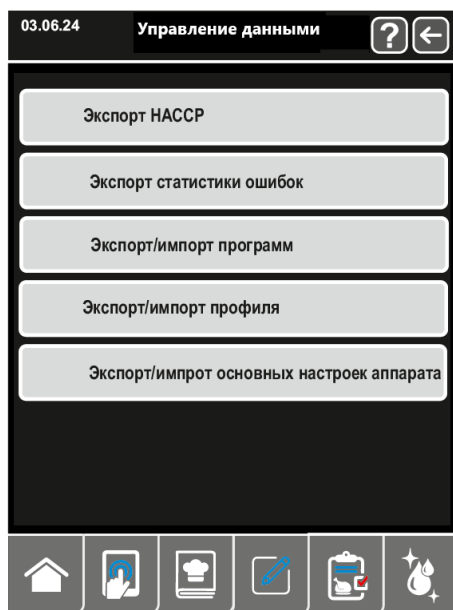

Рис.15.6 Окно «УПРАВЛЕНИЕ ДАННЫМИ»
5.6.4 На окне «НАСТРОЙКИ» нажать строку  отобразится окно «УПРАВЛЕНИЕ ДАННЫМИ» (см. рис. 15.6).